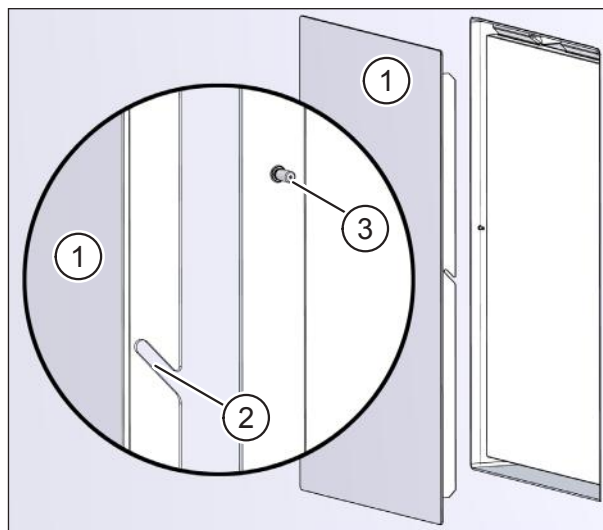

Рис. 45: установить крышку U2
- Удалите остатки штукатурки и грязи, чтобы крышка U2 (поз. 1 на рис. 45) плотно прилегала к внутренней стене.
- ▶ Осторожно опускайте крышку вниз. Выемки (поз. 2 на рис. 45) на удерживающей пластине вставляются в штифты (поз. 3 на рис. 45) рамы монтажной коробки